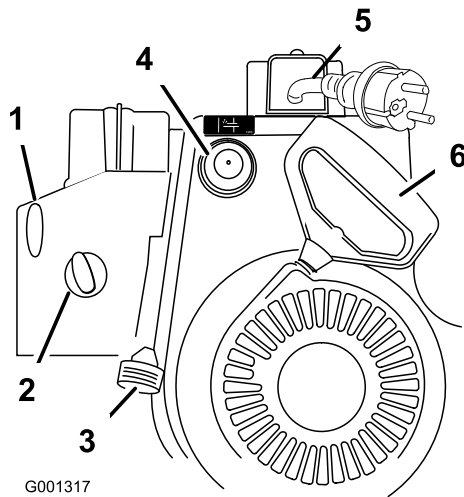

Bild 14
7. Lassen Sie die Schneefräse mit dem Rücklaufstarter oder dem elektrischen Anlasser an (Bild 14).